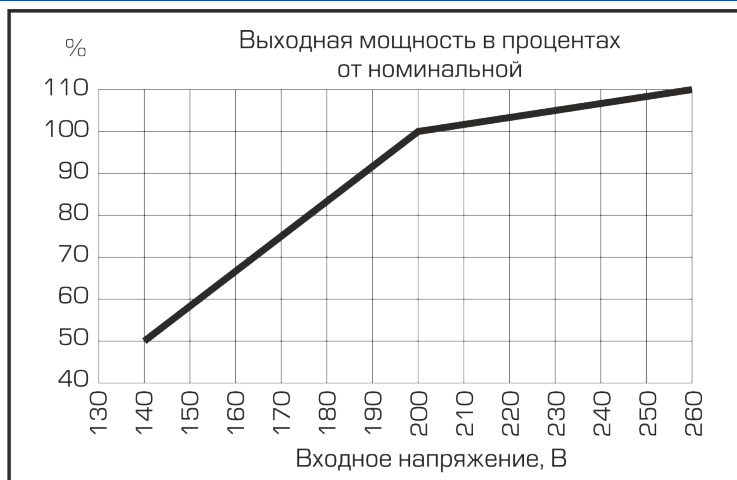

Рис.1
*Расчет мощности произведен для работы стабилизатора при входном напряжении от 200 В. Если напряжение ниже 200 В, необходимо учитывать поправку согласно рис. 1.